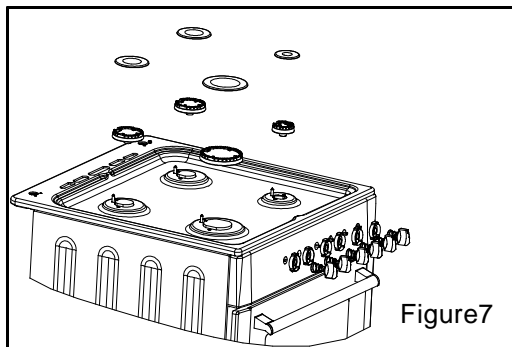

Figure7
- Retirer le chapeau de brûleur + le brûleur supérieur (voir fig. 7)